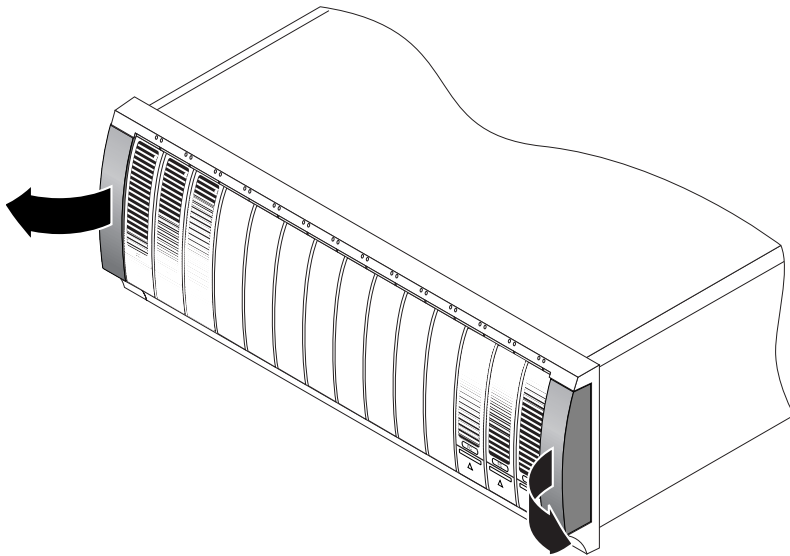

FIGURE 2-13 Retrait des capuchons du boîtier
1. Désenclenchez et retirez les capuchons gauche et droite du boîtier pour dégager l'accès aux trous de montage des vis (FIGURE 2-13).